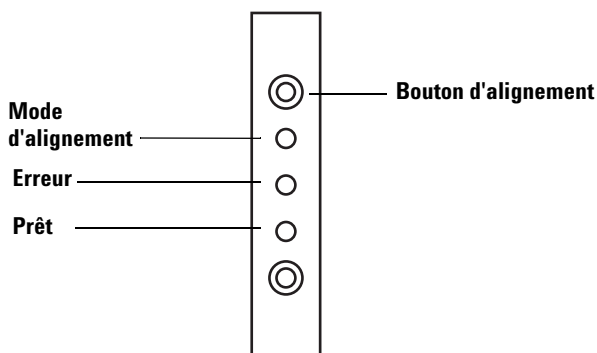

Figure 77 Alignement de l'injecteur
- 4 A l'aide d'un objet long et fin, enfoncez le bouton d'alignement situé au-dessus des voyants. Faites attention de ne pas trop enfoncer le bouton renfoncé (voir Figure 77).